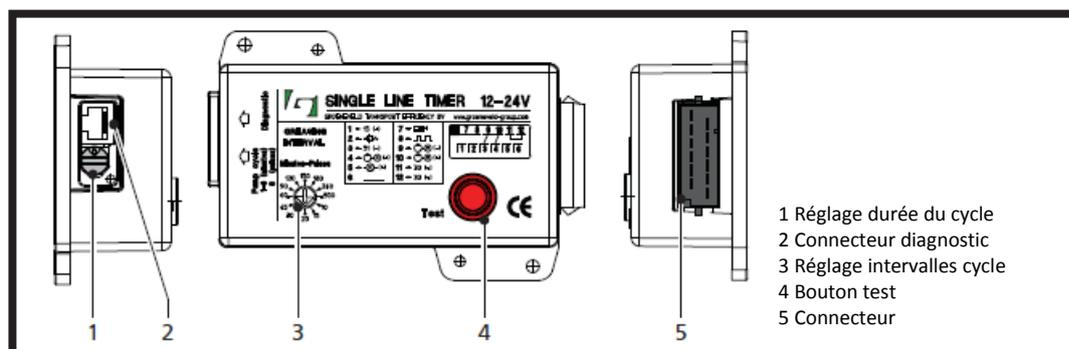

Figure 4.1 Single Line Temporisateur
L'intervalle de cycle en temps peut être réglé avec le commutateur rotatif réglage intervalle de cycle. (Figure 4.1/3). Tournez le commutateur à l'aide d'un tournevis approprié, à la position souhaitée. Comme confirmation, un bip sonore retentit lors de la rotation du commutateur dans chaque position.
L'intervalle de cycle en impulsions peut être réglé avec le commutateur rotatif réglage intervalle de cycle (Figure 4.1 / 3). Tourner l'interrupteur à l'aide d'un tournevis approprié à la position souhaitée. Comme confirmation, un bip sonore retentit lors de la rotation du commutateur dans chaque position. Un cycle de graissage démarre automatiquement après chaque cycle de graissage terminé et que le nombre d'impulsions de l'intervalle se soit écoulé.
Possibilités de réglage du commutateur rotatif réglage durée du cycle (Figure 4.1 / 1)
En position 0, le SLT agira comme compteur impulsion. Par conséquent la broche 8 du connecteur SLT (Figure 4.1 / 5) exige d'être reliée aux feux stop ou à un capteur d'impulsion par exemple. Dans cette configuration, le temps de durée du cycle est bloquée à 3 minutes et non modifiable.
2. Tournez le commutateur rotatif (figure 4.1/1) en position 9.
4. Activez un cycle de graissage en appuyant sur le bouton test rouge (Figure 4.1/4) jusqu'à ce qu'un bip sonore retentisse, par conséquent, relâchez le bouton test et un cycle de graissage commence instantanément.
5. Ajustez le bouton rotatif de réglage de durée du cycle (Figure 4.1/1) à la position correcte. Le réglage correct est : le temps écoulé entre le démarrage du cycle et le signal de pression ramené à la minute supérieur + 1 minute. (Voir exemple)
Appuyez sur le bouton test rouge (Figure 4.1 / 4). Après 1 seconde un bip sonore court retentit. Relâchez le bouton de test et un cycle de graissage commence instantanément.
Appuyez sur le bouton de test rouge (Figure 4.1/4). Après 6 secondes un bip sonore court retentit. Relâchez le bouton test.
- 2 Poussez le bouton de test rouge (Figure 4.1/4) pendant 0,5 secondes.